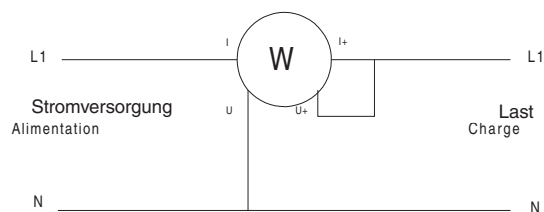
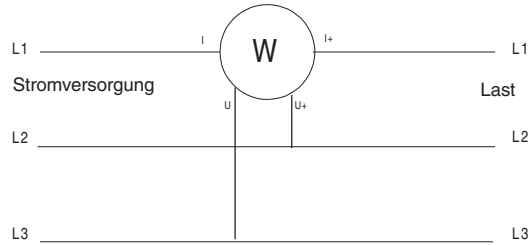

Abb. 4.4.1 Anschlusschema für einphasige Messung
Abb. 4.4.2 Anschlussschema für dreiphasige Messung im symmetrischen 3 Leitersystem (nur PX 120)
Verfahren Sie nach dem Anschlussschema aus Abb. 4.4.1 (einphasig) oder Abb. 4.4.2 (Dreiphasig ausgeglichen, T3FE nur PX 120) und stellen Sie wenn möglich für den entsprechenden Fall sicher, dass dabei die maximal zulässigen Grenzwerte nicht überschritten werden (siehe Tabelle unten).
3. Verfahren Sie nach dem Anschlussschema aus Abb. 4.4.1 (einphasig) oder Abb. 4.4.2 (Dreiphasig ausgeglichen, T3FE nur PX 120) und stellen Sie wenn möglich für den entsprechenden Fall sicher, dass dabei die maximal zulässigen Grenzwerte nicht überschritten werden (siehe Tabelle unten).
3. Verfahren Sie nach dem Anschlusschema aus Abb. 4.4.1 oder Abb. 4.4.2 (T3FE nur bei PX 120) und stellen Sie wenn möglich für den entsprechenden Fall sicher, dass dabei die maximal zulässigen Grenzwerte nicht überschritten werden (siehe Tabelle unten). Die Umschaltung des Messbereichs erfolgt automatisch.